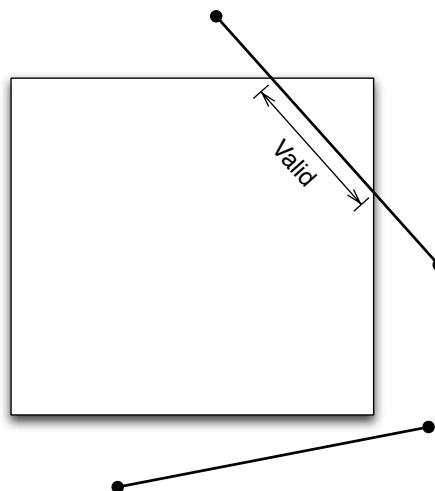

図 7.1 ラインのサンプリング指定で無効なケース
- `Line` グループで指定された線分は、必要なら計算対象領域内にクリッピングしてから、線分上の両端を含む分割点をモニタ点に定めます。線分が完全に計算対象領域外にある場合には、エラーメッセージを出力してソルバーの実行を停止します。このようなケースは図 7.1 に示すような場合が想定されます。